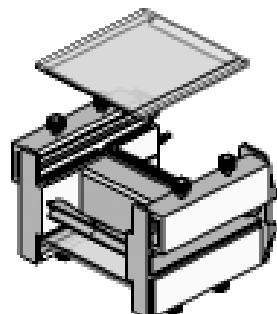
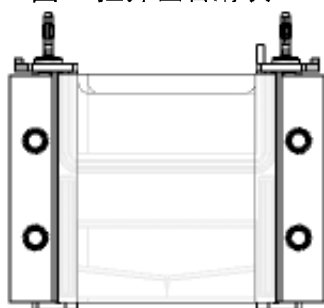

图 2. 放入两块玻璃组成的凝胶室
图 3. 拧锁紧螺丝锁紧凝胶室
c. 放入两块玻璃组成的凝胶室，带凹口的朝向电极头一端（图2）。合上滑块，垂直放置本体，拧锁紧螺丝锁紧凝胶室（图3）。